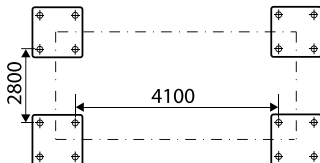

Рисунок 5 – Установочные размеры
1. Установите главную колонну, к которой крепится силовая установка, расположите остальные колонны относительно неё, придерживаясь установочных размеров, (рис. 5). Не рекомендуется сразу устанавливать колонны на анкерные крепления, т.к. возможны небольшие отклонения от размеров, которые необходимо скорректировать при сборке.